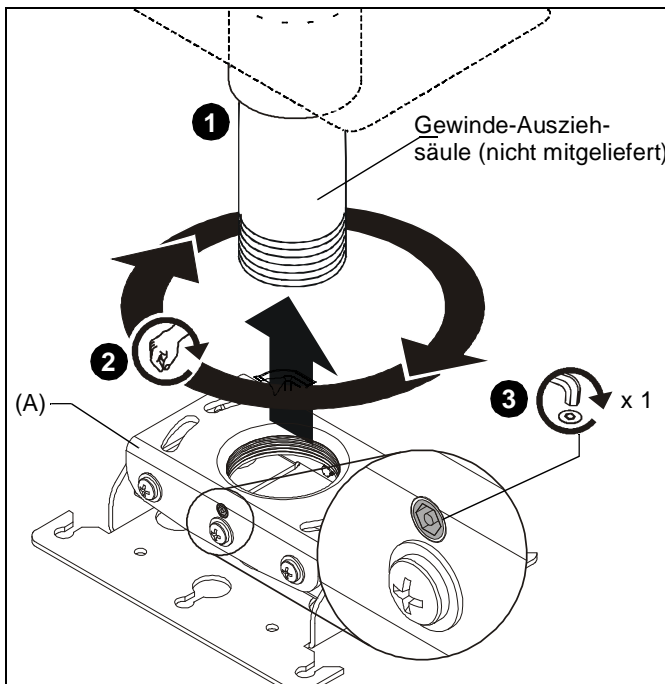

Abb. 3
1. Schrauben Sie eine (nicht mitgelieferte) Ausziehsäule mit 1-1/2"-NPT- oder NPSM-Gewinde aus Stahl oder Aluminium fest in den Gewindekragen, wobei mindestens vier Gewindegänge eingeschraubt werden müssen. (Siehe Abb. 3)
2. Schrauben Sie die RPE-Projektorhalterung (A) handfest an die (nicht mitgelieferte) Gewinde-Ausziehsäule, wobei mindestens vier Gewindegänge eingeschraubt werden müssen. (Siehe Abb. 3)
3. Drehen Sie die RPE im oder gegen den Uhrzeigersinn, bis die Vorderseite der Halterung auf das Projektorziel zeigt. (Siehe Abb. 3)
4. Befestigen Sie die RPE durch Festziehen der Feststellschraube an das Rohr. (Siehe Abb. 3)